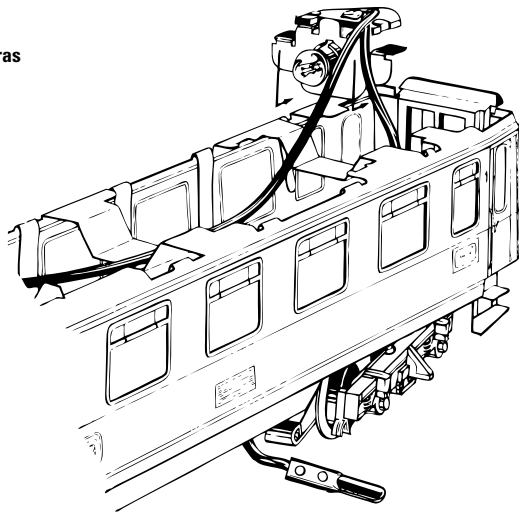

Fig. 1
2. Insert the bulb sockets from the inside, into the holders on the car body (fig. 1).
2. Fixer les douilles de l'intérieur dans leurs logements (Fig. 1).
2. Lamphouders van binnen uit in de daarvoor aangebrachte uitsparingen van de wagenbovenbouw schuiven (Fig. 1).
2. Introducir desde el exterior los casquillos de las bombillas en los soportes de la caja del vagón (fig. 1).
2. Introdurre i portalampade all'interno della vettura nelle sedi previste (Fig. 1).
2. Montera lamphållarna från insidan i deras fästen i vagnskorgen (fig. 1).
2. Lampefatningerne anbringes indefra i karosseriets holdere (Fig. 1).